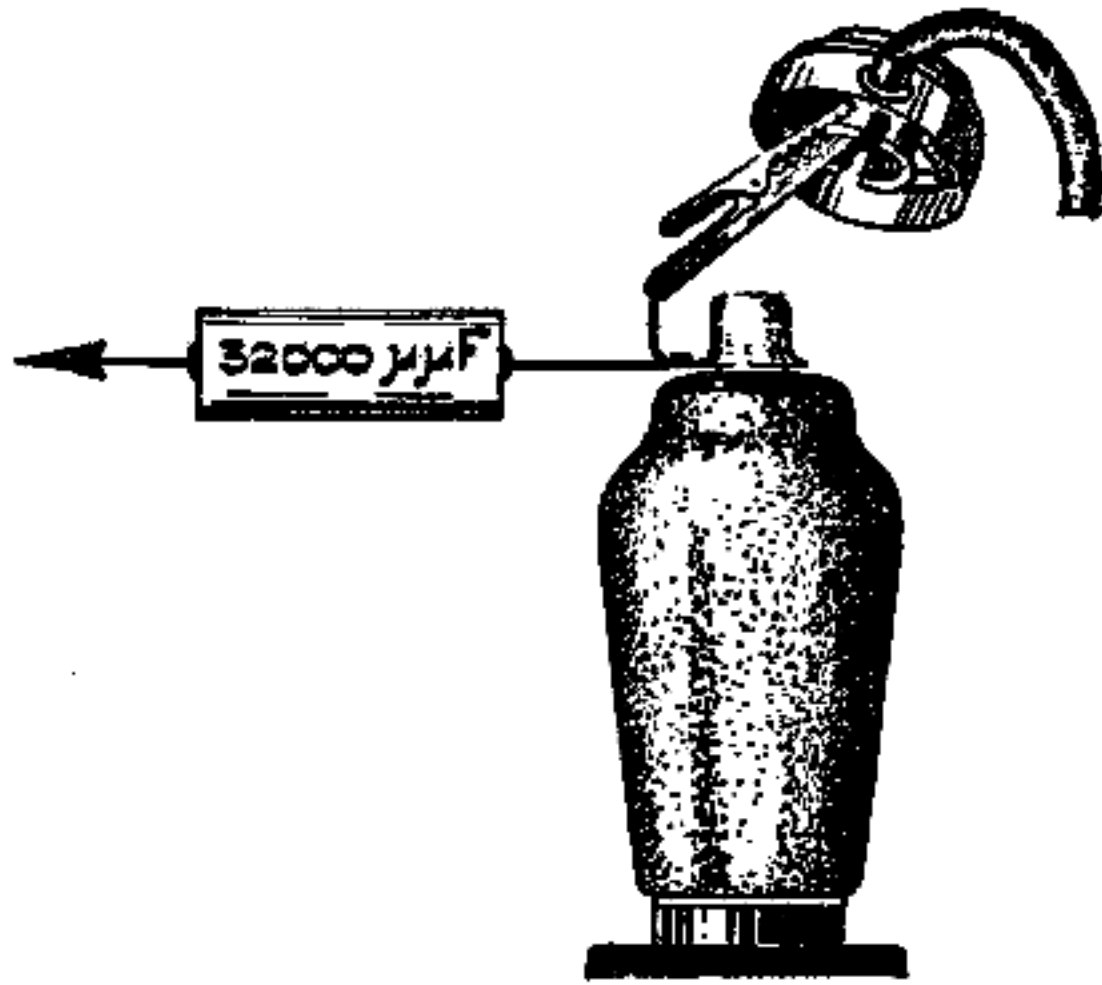

Fig. 3
6. Gemoduleerd signaal van 128 kc, via 32.000  $\mu\mu\text{F}$  aan het vierde rooster van L1 toevoeren (fig. 3).